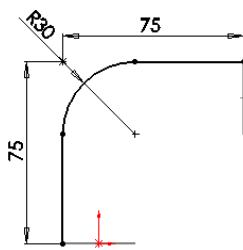

图 3-59 绘制的圆角草图
**09** 圆角草图。在菜单栏中选择“工具”→“草图绘制工具”→“圆角”命令，或者单击“草图”工具栏中的“绘制圆角”图标按钮 ，将两直线的交点处圆角为半径为 30 的圆角，结果如图 3-59 所示，然后退出草图绘制状态。